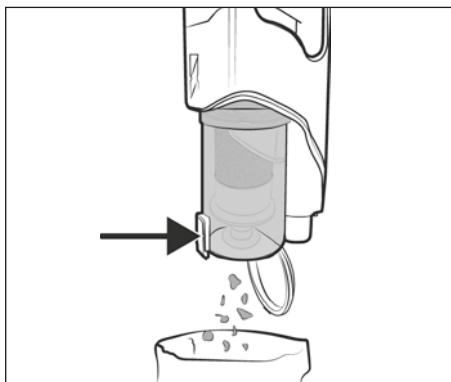

Fig. 17
- 2) Sostenga el depósito de polvo 7 sobre el cubo de la basura y pulse el botón de desencastre de la tapa del depósito de polvo 8. Tras esto, se abre la tapa del depósito de polvo 9 y el contenido cae al cubo de la basura (consulte la fig. 17). A continuación, cierre la tapa del depósito de polvo 9.